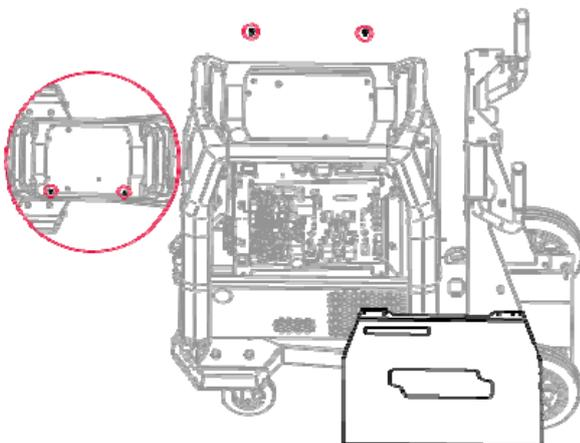

Figure 3
- Dévisser et retirer le couvercle latéral du Speedtec - dévisser les deux vis M5x20 (Figure 3).